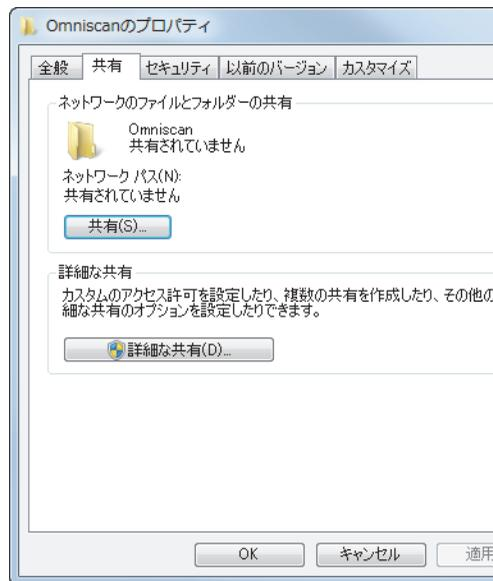

図 7-27 Omniscan のプロパティダイアログボックス (Windows 7)
3. **Omniscan のプロパティ** ダイアログボックスで、**共有** タブをクリックします (238 ページの図 7-27 参照)。
8. **Omniscan のプロパティ**ダイアログボックスで、**詳細な共有**をクリックします (238 ページの図 7-27 参照)。